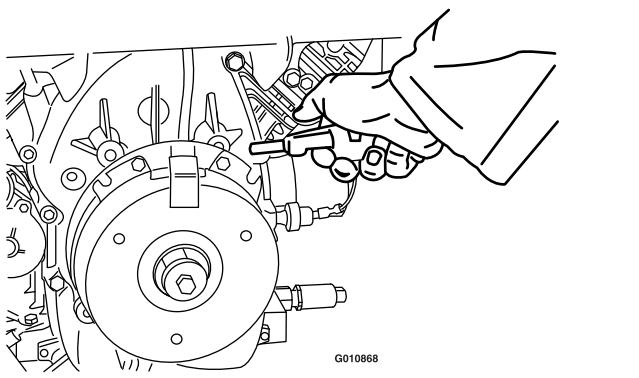

Figure 73
- Soufflez de l'air comprimé sous le pôle et autour des entretoises du frein pour éliminer tout débris (Figure 73).